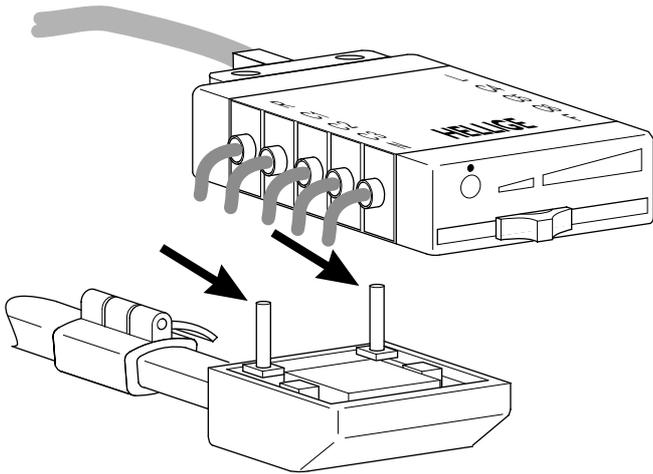

Bild 3-4. Aufstecken des Elektrodenverteilers
- \* Stecken Sie den Elektrodenverteiler auf die Zapfen der Halterung (Bild 3-4).